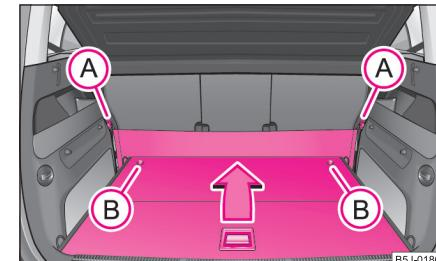

Abb. 4 Gepäckraum: variablen Ladeboden zusammenklappen
- Hängen Sie die Schlaufen (A) der elastischen Tennwand aus den Befestigungspunkten aus.
- Durch Drehen der Sicherungsbolzen (B) um ca. 180° nach links entriegeln Sie den Ladeboden \Rightarrow Seite 2, Abb. 4.